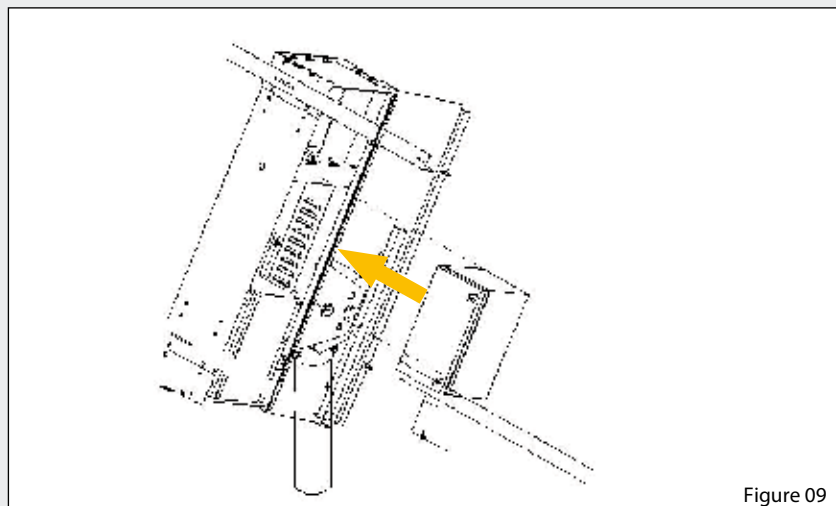

Figure 09
- Montez la batterie comme indiqué ci-dessous sur la figure 09